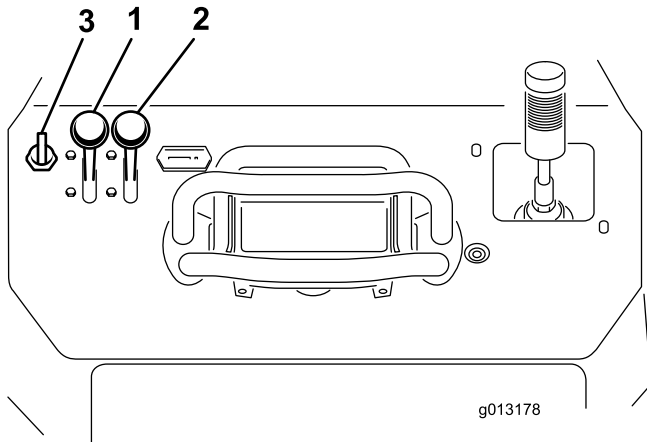

Figura 16
1. Mueva la palanca del acelerador a un punto intermedio entre las posiciones de LENTO y RÁPIDO (Figura 16).
2. Mueva la palanca del estérter a la posición de ABIERTO (Figura 16).
3. Gire la llave a la posición de CONECTADO (Figura 16). Cuando el motor arranque, suelte la llave.
4. Mueva gradualmente la palanca del estérter a la posición de DESCONECTADO (Figura 16). Si el motor se cala o funciona de forma irregular, active el estérter otra vez hasta que el motor se caliente.
5. Mueva la palanca del acelerador a la posición deseada (Figura 16).
2. Mueva la palanca del acelerador a la posición de LENTO (Figura 16).